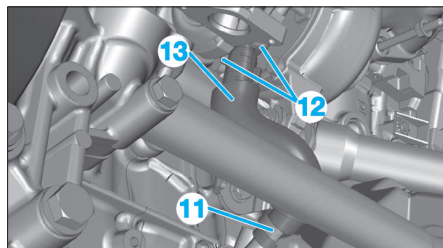

Fig. 47
- le collier (11) (Fig.47),
- les vis (12),
- le tube de retour d'huile (13),